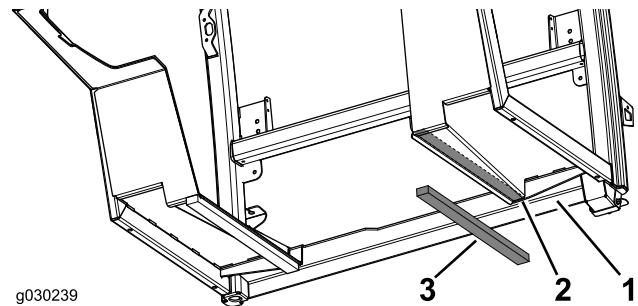

Figura 11
2. Aplique las demás juntas del suelo en el lado derecho de la cabina (Figura 11).